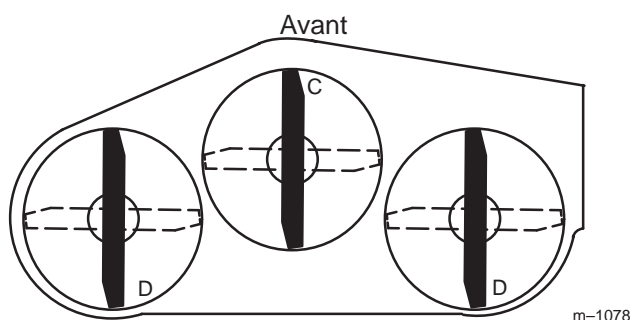
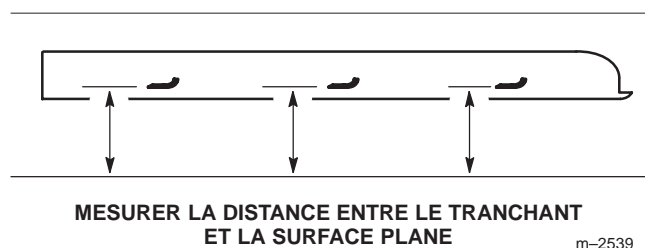

Figure 13
Figure 14
2. Tournez une lame dans le sens longitudinal (Fig. 13). Mesurez la distance au point **C** et à l'un des points **D** (Fig. 13) entre la surface plane et le tranchant des pointes des lames (Fig. 14).